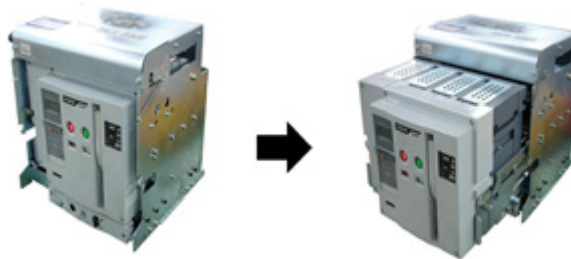

Рисунок 26 – Монтаж выключателя
4.3.6 Для того чтобы извлечь выключатель из корзины, необходимо нажать на фиксаторы, вытянуть его из корзины и снять с направляющих, смотри рисунок 26.